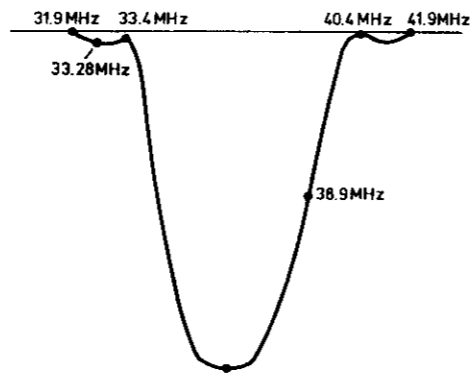

Fig. 3
- Wenn ein Wobbler vorhanden ist, lässt sich damit die Durchlasskurve (siehe Bild 3) an einem Oszilloskop sichtbar machen, und zwar durch Anschluss an die gleiche Stelle wie der Messsender und indem das Oszilloskop an der gleiche Stelle verbleibt.